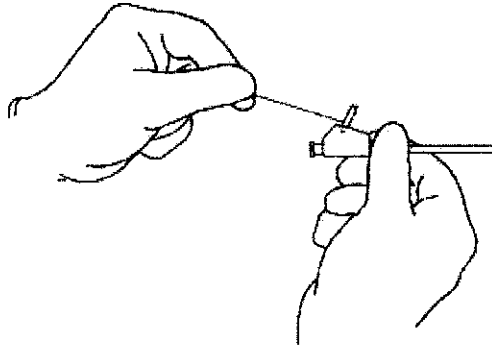

Fig. 1
14. Establezca el conjunto de conexiones Mac-Loc del catéter con una mano y tire del monofilamento para formar la configuración del lazo del catéter distal. (**Fig.1**)